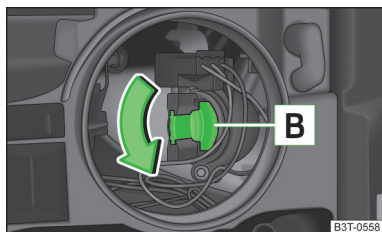

Fig. 203
- Girar el portalámparas » fig. 203 hasta el tope en la dirección de la flecha.